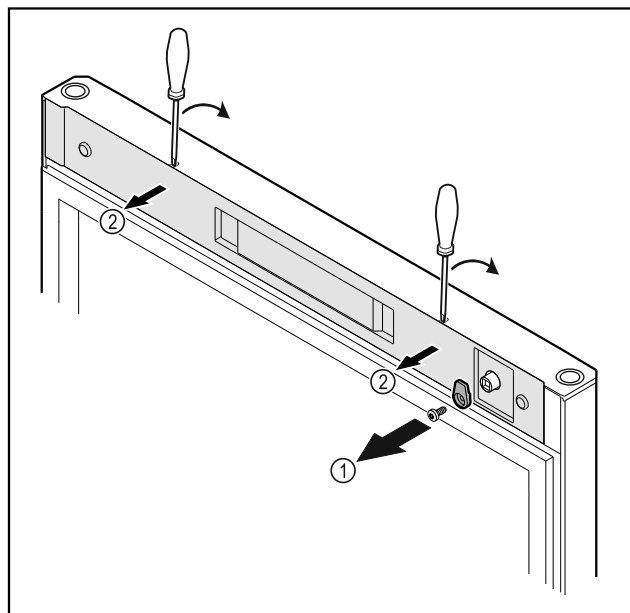

Fig. 16
- ▶ Odvrtite kuke za zatvaranje Fig. 16 (1).
- ▶ Odvojite poklopac Fig. 16 (2) malim odvijačem i skinite ga.